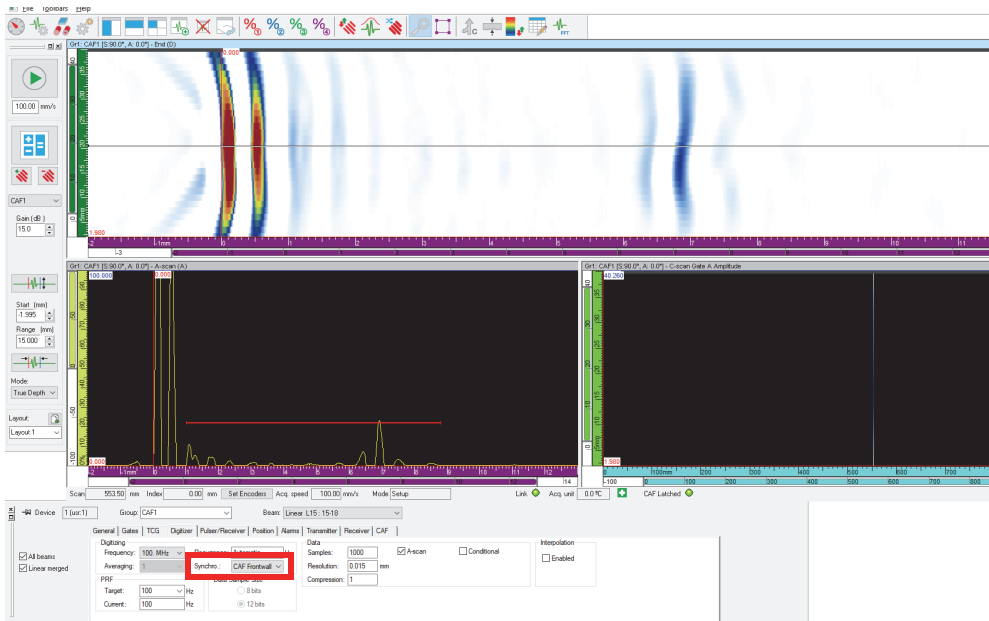

Рис. 4-61 Синхронизированный CAF
9. Выберите **UT Settings > Digitizer**, синхронизируйте (Рис. 4-61 на стр. 161) группу CAF с алгоритмом и установите диапазон УЗ.